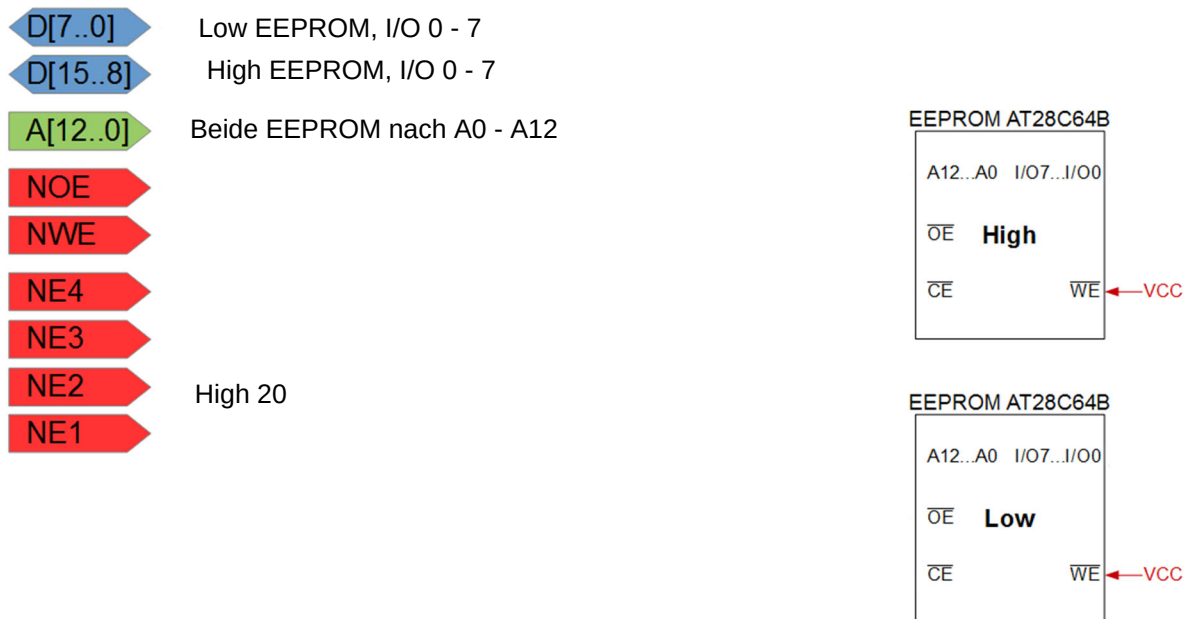
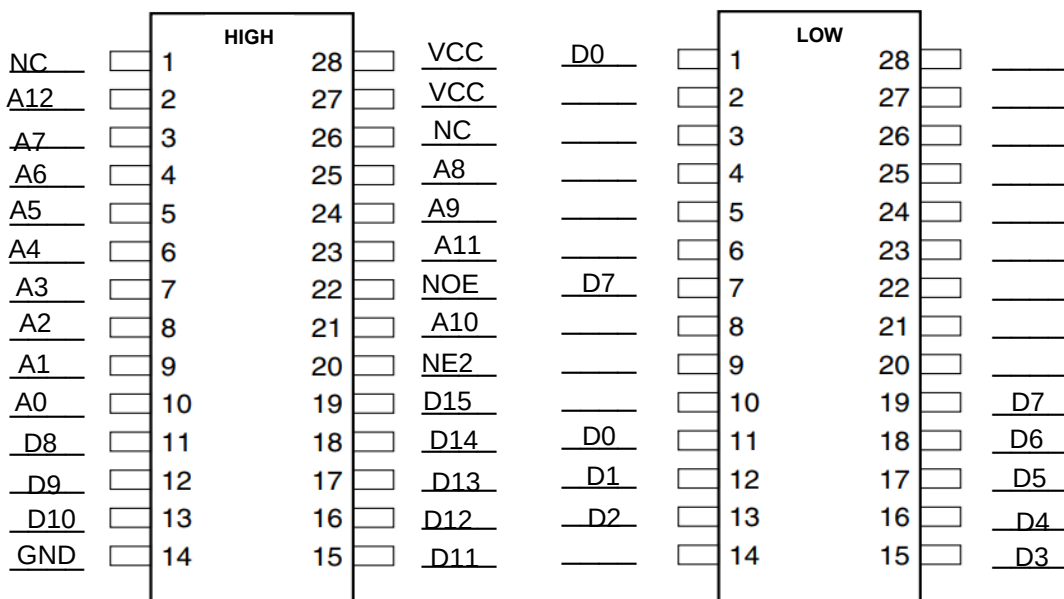

Abbildung 3: Zeichnen Sie den Anschluss von zwei 8K x 8-Bit EEPROMs an einen 16-Bit
Abbildung 4: Beschriften Sie den Anschluss von zwei 8K x 8-Bit EEPROMs an einem 16-Bit Datenbus
b) Zeichnen Sie in Abbildung 3 ein, wie die Bausteine an das CT Board angeschlossen werden müssen. Abbildung 4 dient als Hilfestellung, damit Sie die Speicherbausteine pinweise beschriften können.